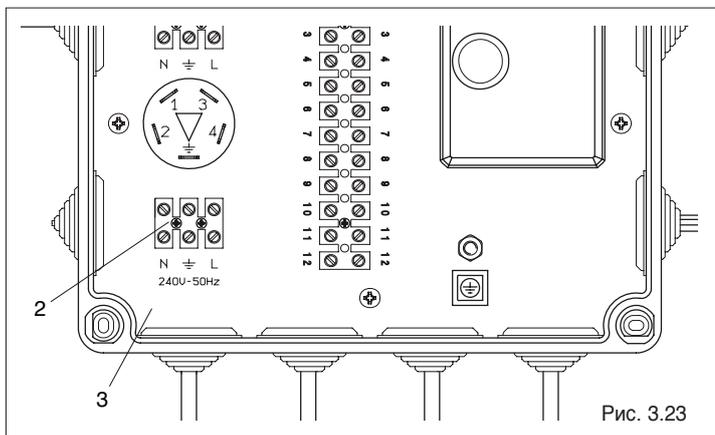

Рис. 3.23
- Подключите линию электропитания к клеммной колодке (2), расположенной во втором электрическом щитке (3) (Рис. 3.23).